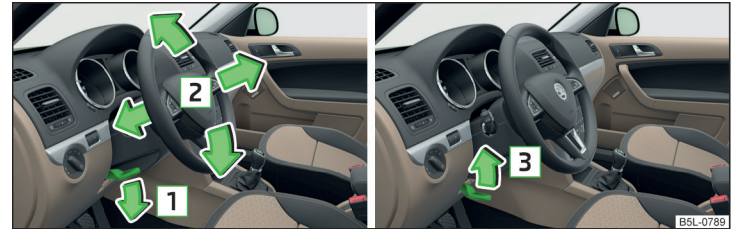

Fig. 2 Réglage de la position du volant
- Rabattez la manette sous le volant dans le sens de la flèche **1** vers le bas » fig. 2.